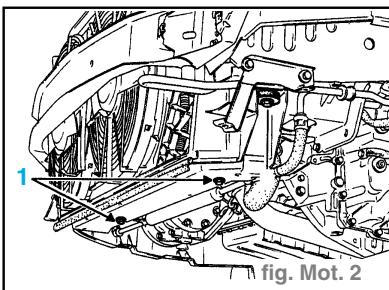

fig. Mot. 2
- Déposer les vis de fixation (1) et (2) de l'ensemble de refroidissement et le sortir par le bas. (fig. Mot. 2)